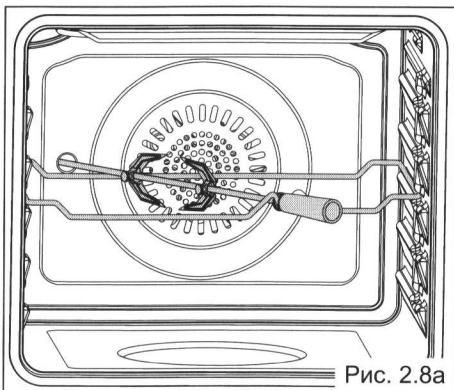

Рис. 2.8a
ИСПОЛЬЗОВАНИЕ ВЕРТЕЛА (Рис. 2.8a, 2.8b)
- Вставьте противень в самый нижний держатель стойки духовки и вставьте опорный стержень в промежуточный держатель стойки (рис. 2.8a, 2.8b).
- Вставьте стержень в отверстие двигателя (рис. 2.8a, 2.8b). Он правильно установлен, только если стержень не поворачивается, когда вставляется. Он будет вращаться только тогда, когда двигатель работает (проверить правильность вращения стержня).
- Оставьте стержень на поддержке вертела (рис. 2.8a, 2.8b); затем снимите сцепление, повернув его влево.